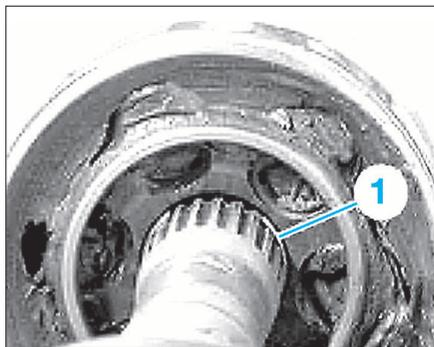

FIG. 12
- Remplacer le jonc d'arrêt (1) (Fig.12) sur l'arbre.